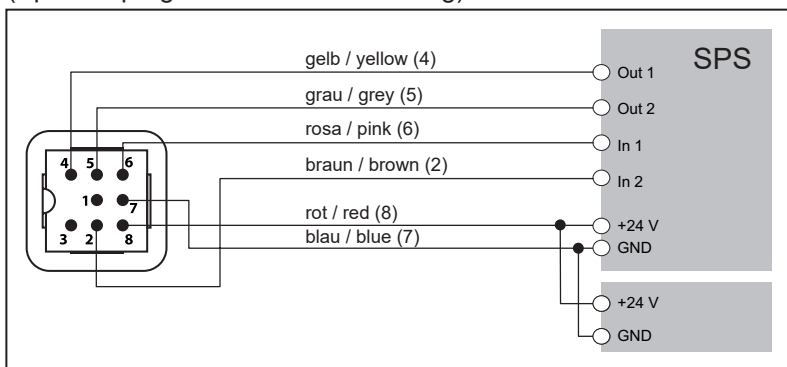

Abb. 10-4: Anschlussbild zum direkten Anschließen an eine SPS
- Die Verbindung zur Klemme „GND“ muss unbedingt für den direkten Anschluss an eine SPS hergestellt werden (Abb. 10-4)!